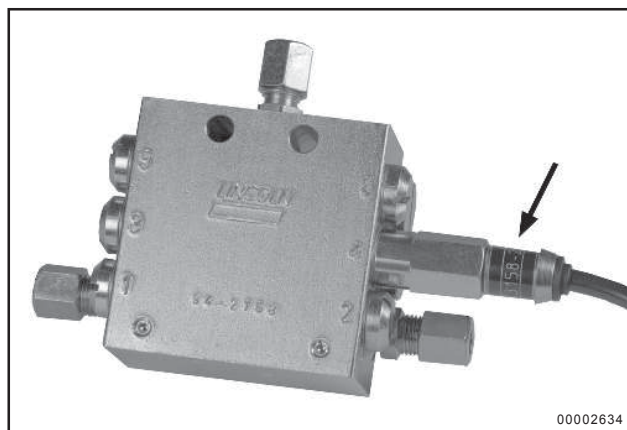

Fig. 20 - Kolvdetektor
- Om **ingen stoppsignal** går från kolvdetektorn (se fig. 20) till kretskortet inom 30 minuter genereras **ett felmeddelande** (se Membrantangenter / Display).